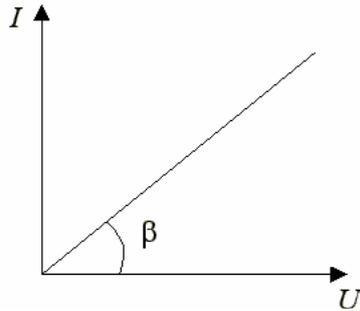

Рис. 1 Вольт-амперная характеристика
**Вольт-амперной характеристикой (ВАХ)** однородного участка цепи называют график зависимости силы тока  $I$  от приложенного к нему напряжения (рис. 1); он представляет собой прямую линию, угол наклона которой определяет электрическое сопротивление участка  $R = \operatorname{ctg} \beta$  (рис. 1).